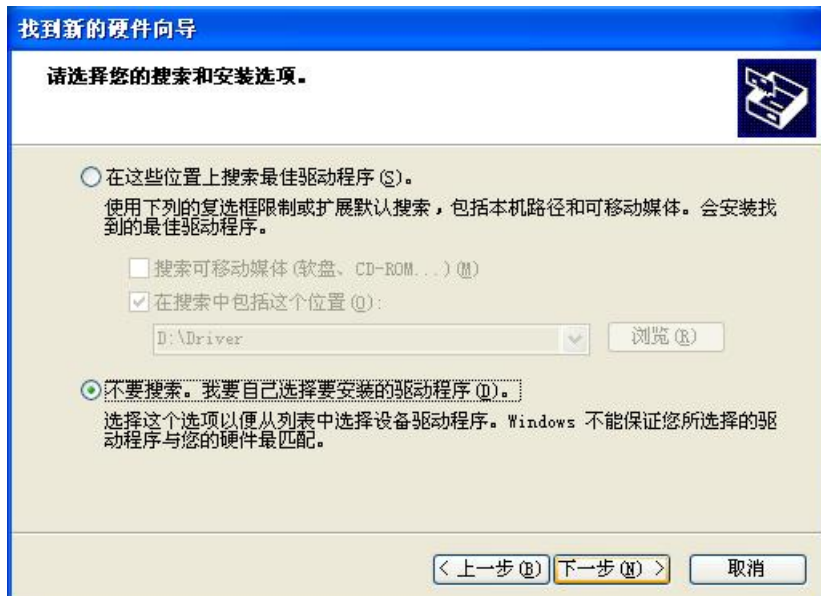

图 2-2 运动控制器驱动程序安装界面 2
- (2) 在D:\driver找到先前已下载完毕的驱动程序。
(3) 选择“从列表或指定位置安装(高级) (S)”，点击“下一步(N)”。如图2-1及图2-2所示。